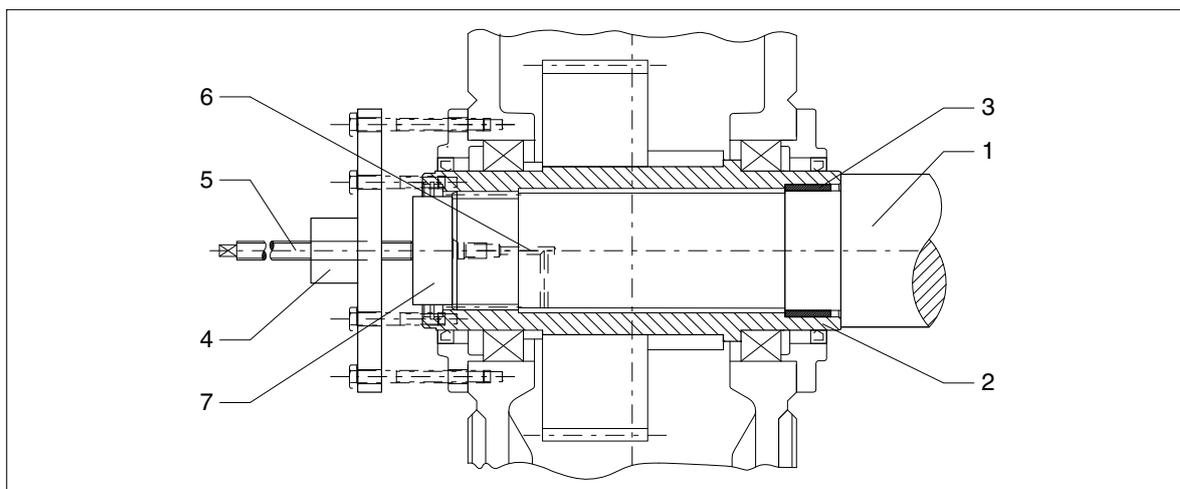

Figura 51: Eixo oco com denteação baixa, desmontagem por meio de um cilindro hidráulico de elevação
- Caso as superfícies de assento estejam gripadas, a extracção da transmissão deve ser facilitada com a aplicação de solvente de ferrugem. A aplicação de solvente de ferrugem pode ser efectuada através da conexão de óleo de pressão (ver figura 51) através de uma bomba.
Caso, ao extrair a transmissão, não se escorar apenas no eixo oco, como mostrado na figura 51, e sim também na caixa, então as forças de extracção indicadas na tabela 13 em seguida não poderão ser ultrapassadas.